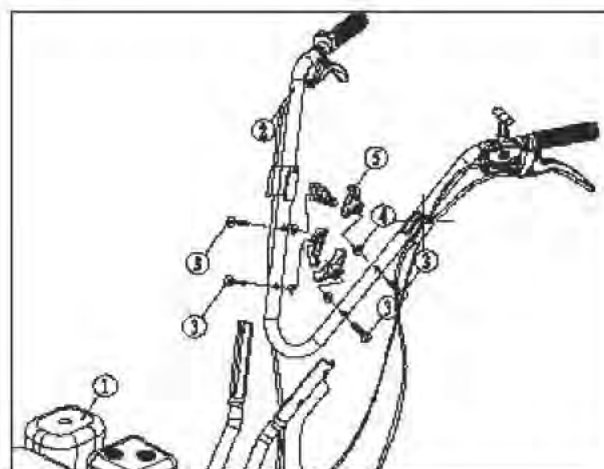

РИС.5
Установите верхнюю рукоятку ② на нижних опорных ручках культиватора ① и надежно зафиксируйте при помощи болтов ③, проставок ④ и барашковых гаек ⑤ как показано на рис. 5. Проверьте, что все тросики не скручены и проходят вдоль ручек. Закрепите тросики пластиковыми фиксаторами, расположенные на нижних опорных ручках